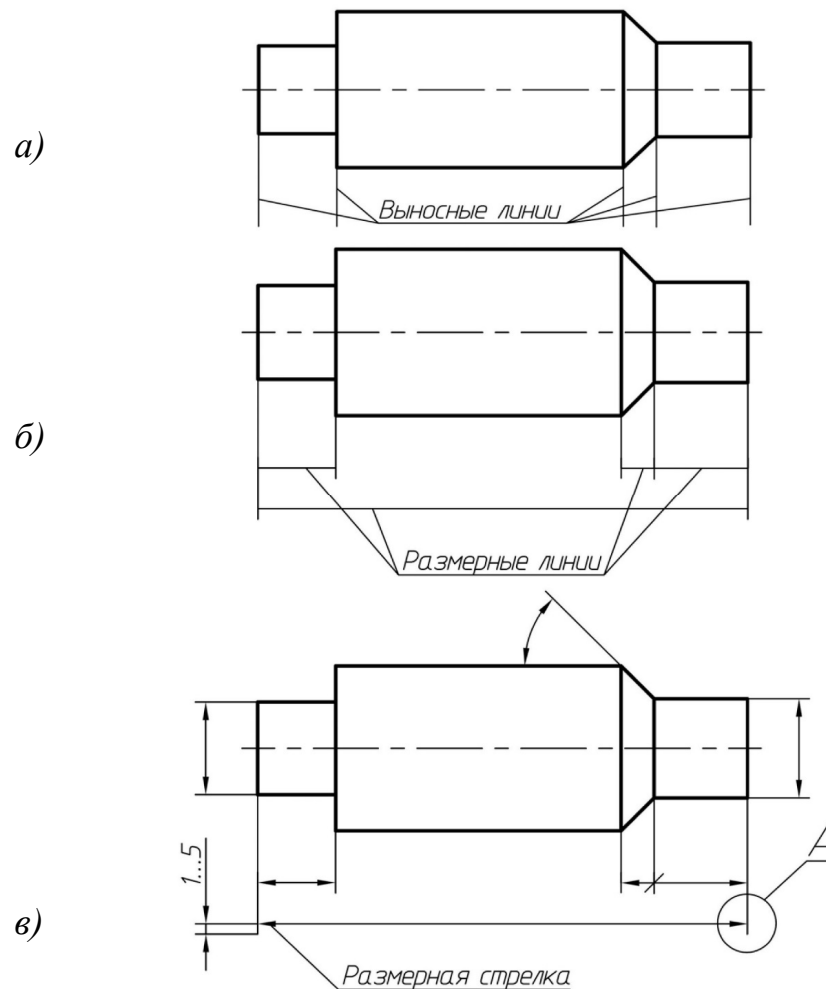

Рис. 59. Выносные и размерные линии
1. Чертят выносные линии (рис. 59, *а*)).
Размерные линии желательно чертить справа и снизу от изображения (рис. 59, *б*)).